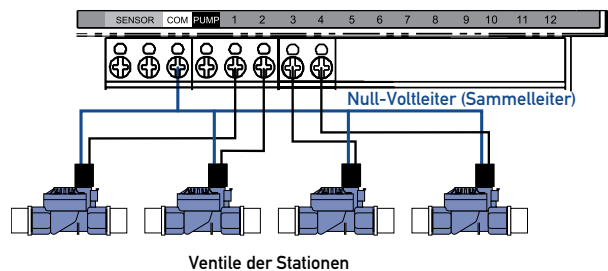

Abbildung 14: Anschluss der Sprinklerleitungsdrähte
- Die Sprinklerdrähte (nicht den Sammelleiter, „Common“) jeweils an eine separate Stationsanschlussklemme (oberhalb der jeweiligen Anschlussklemmschraube nummeriert) anschließen, indem Sie den abisolierten Draht vollständig in die Bohrung unterhalb der jeweiligen Anschlussklemmschraube einschieben. [Siehe Abbildung 14]